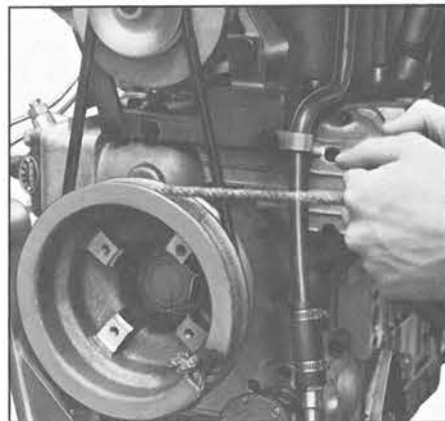

Fig. 17
- 7.5 Riportarsi in posizione 7.2 e dare uno strappo deciso (fig.17).
- 7.5 Return to position 7.2 and give a powerful jerk (fig.17).